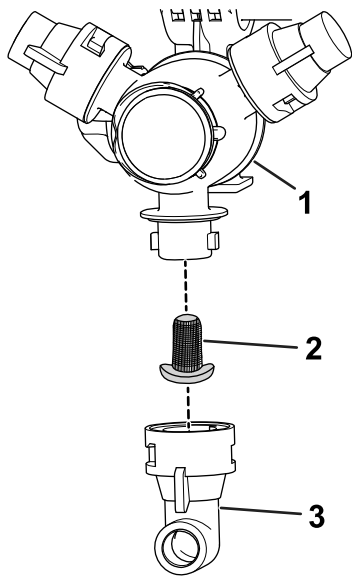

图 107
2. 从喷嘴转动架卸下喷嘴图 107。
3. 拆下旧喷嘴过滤器图 107。
4. 安装新喷嘴过滤器图 107。
5. 将喷嘴安装到喷嘴转动架上图 107。